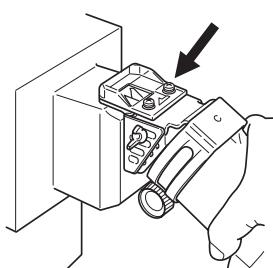

図 27
- (5) 送り方向はチップカバー (A) に表示されている矢印の方向に送ります。矢印と逆方向に送りますと削り面の仕上りが悪くなりますので注意してください。ガイドは材料に確実に当ててご使用ください。(図 27)